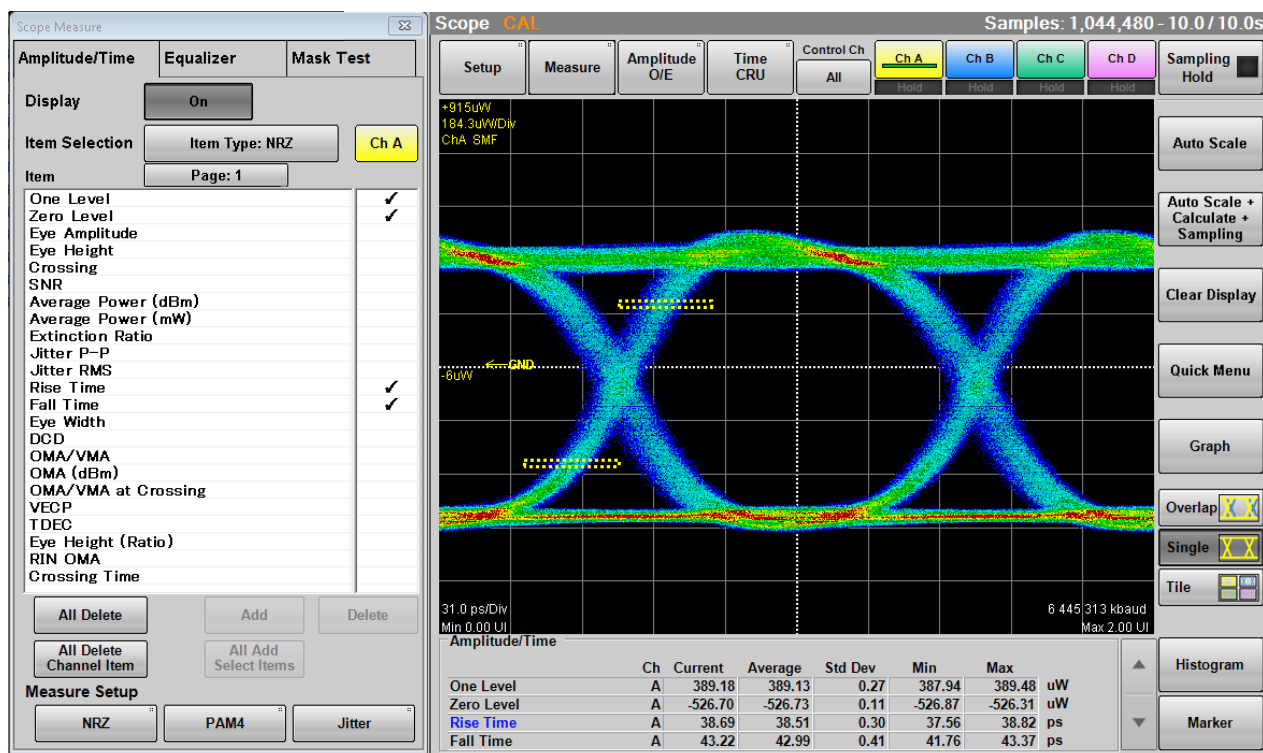

図 6.9.1-2 測定領域の表示例
2. EYE Boundary の Offset from Crossing、Width をクリックして値を設定します。「図 6.9.1.1-2 EYE Boundary の設定項目」を参照してください。